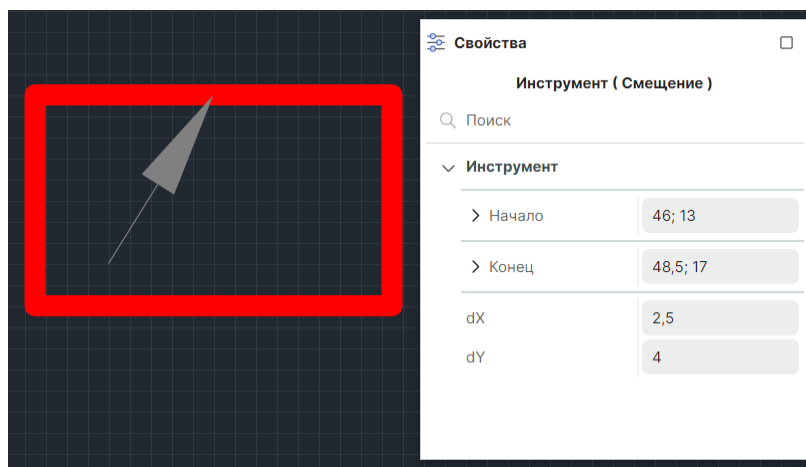

Рис. 285 Выбор точки редактирования для выполнения смещения объекта
3. Выберите точку, от которой будет рассчитываться перенос (смещение объекта), см. Рис. 285.